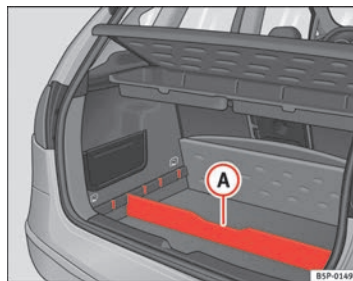

Abb. 107 Trennelement des Gepäckraumbodens ▶
- Das Trennelement **A** ⇒ Seite 146, Abb. 107 je nach Größe der zu transportierenden Gegenstände in die seitlichen Schlitze einsetzen. Unter dem Fach befinden sich das Bordwerkzeug und das Ersatzrad.